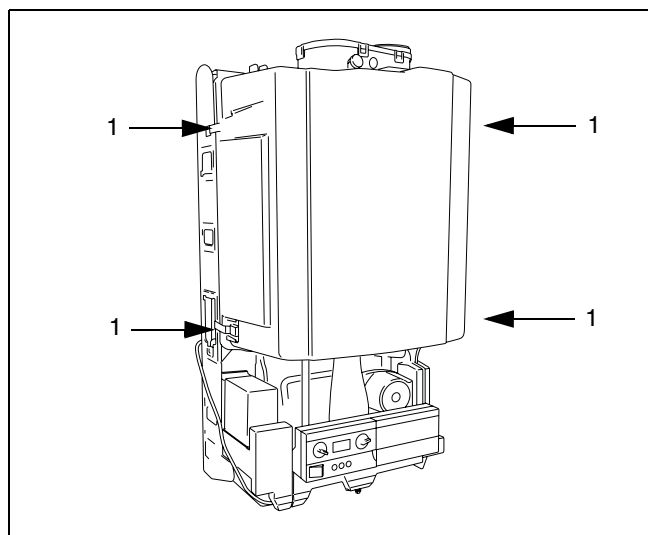

fig. 14 Fjernelse af ventilatorcappe
- Ventilatorboksen fjernes ved at løsne de fire snaplåse eller beslag for inderkabinettet (valgfri) (fig. 14, pos. 1).